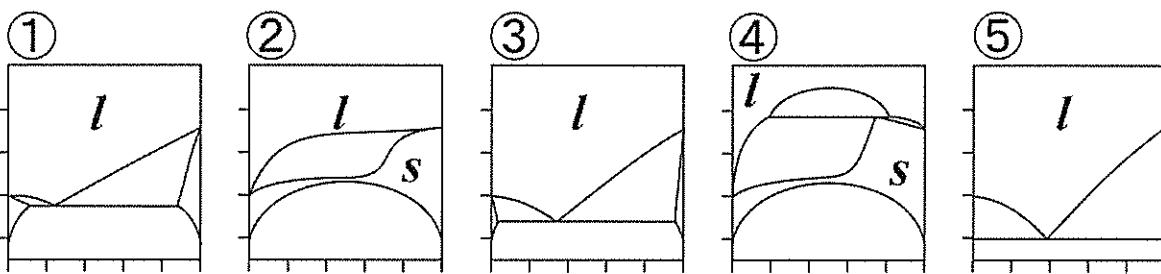

図3
問2 図3は縦軸（温度範囲）と横軸（組成範囲）が全て同じである5つの二元系状態図を示す。①の状態図は液相が理想溶体で、固相がある相互作用パラメーターをもつ正則溶体モデルの状態図である。固相は、この正則溶体モデルのままで、液相の正則溶体モデルの相互作用パラメーター(Ω_{liq})のみを仮想的に変化させると、残りの4つの状態図が得られる。液相の相互作用パラメーターの大きい順に並べよ。解答には、そのように考えた理由も記せ。ただし①の状態図は液相が理想溶体であるので、この場合は $\Omega_{liq} = 0$ と考えよ。